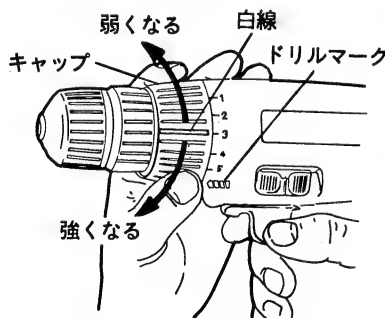

図 12
- (1) ドライバとしてご使用の場合は、キャップの白線を外枠に表示してある数字「1～5」の位置に合わせてください。(図12)
- (2) ドリルとしてご使用の場合は、キャップの白線を外枠に表示してあるドリルマーク「□□□□」に合わせてください。(図12)
締付力はネジの種類、締付材料などにより異なります。本機は、外枠先端部に1, 2, 3, 4, 5の数字で締付力の目安を示しています。締付力は1の位置が最も弱く2, 3, 4, 5と段々強くなります。(図12)